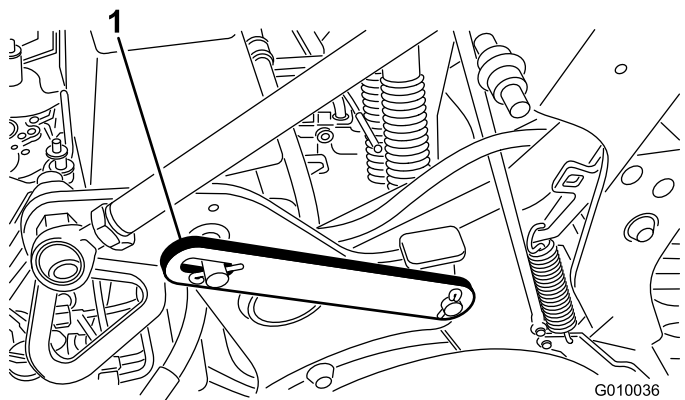

Figura 21
3. Togliete l'anello Seeger che fissa il fermo di servizio per il rimessaggio (Figura 21).